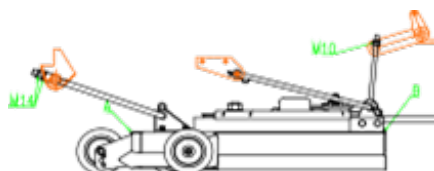

FIG.7
- Véase FIG. 7. La posición A se encuentra en el centro de la parte delantera de la segadora. La posición B se encuentra detrás de la unidad de corte a cada lado.